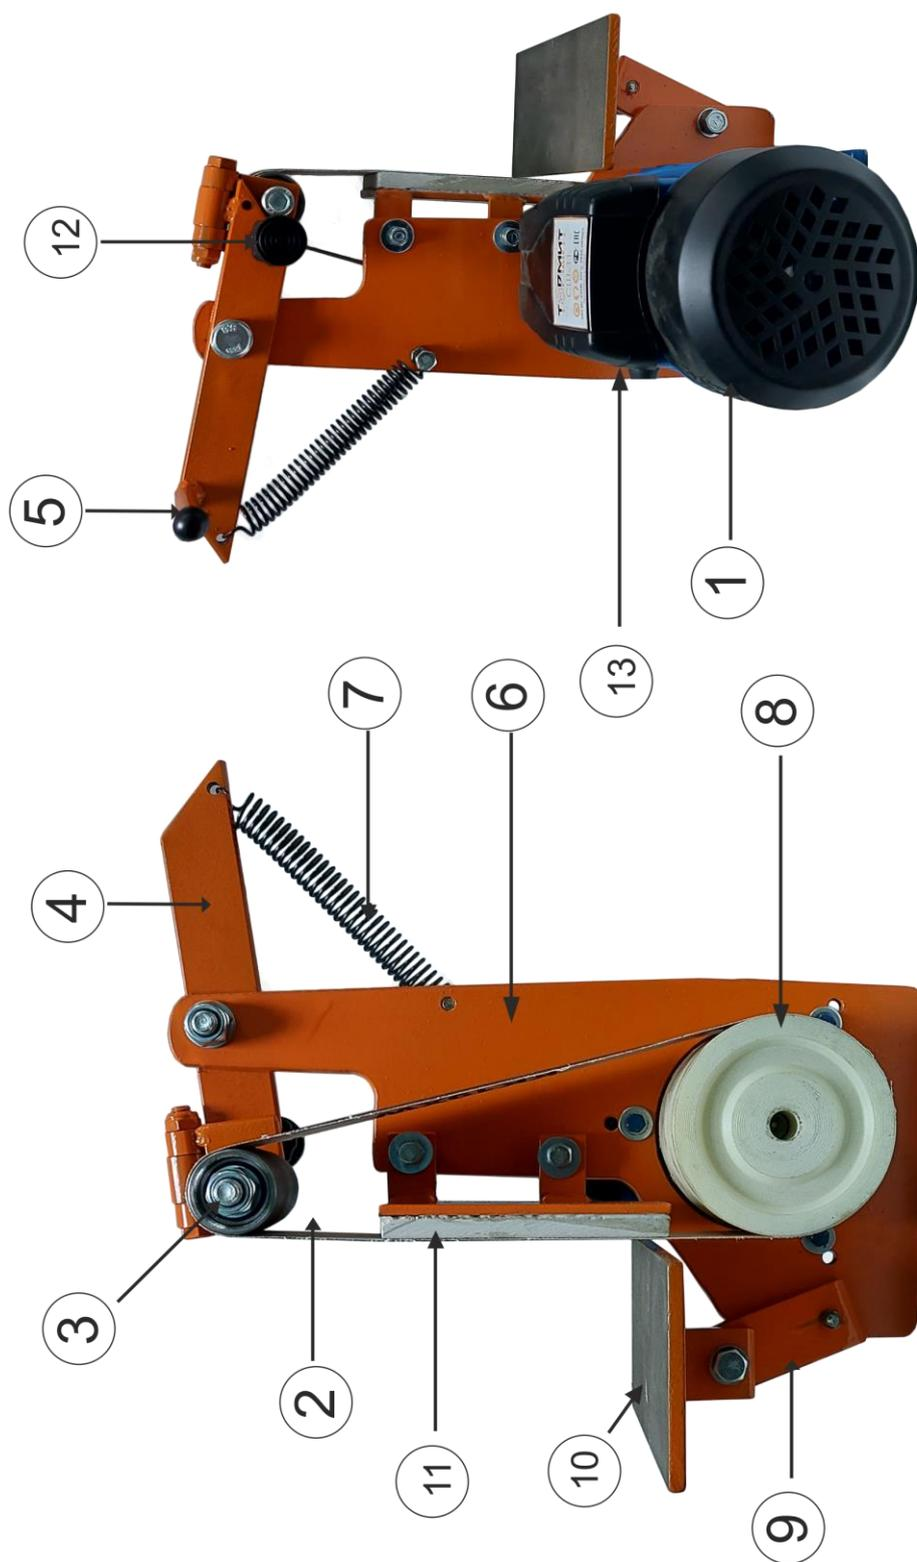

рис. 1
- 5.2 В комплект станка входят детали согласно рис. 1, руководство по эксплуатации и комплект крепежа, частично установленный на станок до его продажи. Проверьте комплектность станка согласно рис. 1. **ВНИМАНИЕ:** крепеж для крепления станка на стол (верстак и т.д.) в комплект не входит и приобретается покупателем самостоятельно.
- возьмите двигатель (15) с установленной на него рамой (6), приводным шкивом (8) и установите его на ровную поверхность;
- двумя болтами М6 прикрепите упорную плиту (11) к раме (6);
- закрепите кронштейн стола (9) на раме (6) болтами М8;
- установите рабочий стол (10) на кронштейне (9) с помощью болта М8;
- прикрепите натяжитель (4) к раме (6);
- установите пружину (7), зацепив ее за специальные болты рамы (6) и натяжителя (4);
- стоя перед станком, потяните на себя рычаг натяжения ленты (5), тем самым растянув пружину (7), установите ленту (2), как показано на рис. 1. Отпустите рычаг.. Обратите внимание, что лента имеет направление движения, указанное на ней стрелкой;
- включение и выключение станка производится выключателем (13);
- произведите пробный запуск станка, нажав выключатель (13) и соблюдая требования безопасности п. 3 и 4 настоящего руководства и отрегулируйте положение ленты на роликах (3,8) путем вращения регулировочного винта (12);
- установите рабочий стол (10) на нужный Вам угол. Станок готов к работе.
- 6.8 Изношенные или порванные шлифовальные ленты могут повредить обрабатываемое изделие. Убедитесь в том, что вы своевременно заменили шлифовальную ленту. Замена ленты: стоя перед станком, потяните на себя рычаг натяжения ленты (5), тем самым растянув пружину (7), снимите установленную ленту (2) и установите новую ленту (2), как показано на рис. 1. Отпустите рычаг. Обратите внимание, что лента имеет направление движения, указанное на ней стрелкой. Включите станок. Отрегулируйте положение ленты на роликах (3,8) путем вращения регулировочного винта (12).